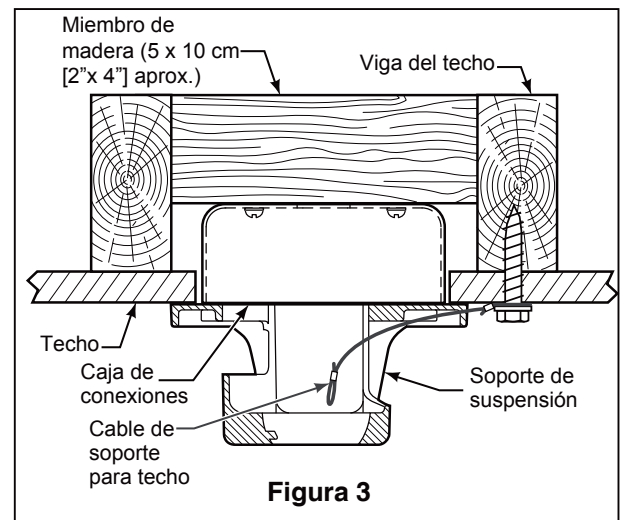

Figura 3
### Uso del soporte (Figura 3)
1. Perfore un orificio de 1/4" en la estructura del edificio para evitar grietas con la instalación del tornillo de intervalo. Utilice el tornillo de intervalo de 3/8" x 2" y la arandela plana para fijar el cable de seguridad a la viga del techo o a la estructura de madera. Dicho tornillo pasará a través de arandela plana, la presilla del cable de seguridad y se fijará en la estructura del edificio. (Figura 3)
**NOTA:** el cable de soporte para techo no se puede asegurar solamente a la caja de conexiones; se debe asegurar directamente a la viga de techo o miembro estructural con el tornillo de cabeza cuadrada de 3/8"x2" y la arandela plana. (Figura 3)
2. Deslice el receptor en el soporte de suspensión antes de realizar el cableado como se muestra en la figura 3.
3. Extraiga uno de los tres tornillos del placa de iluminación y guarde los tornillos para pasos posteriores. Afloje levemente los otros dos tornillos. (Figura 3)